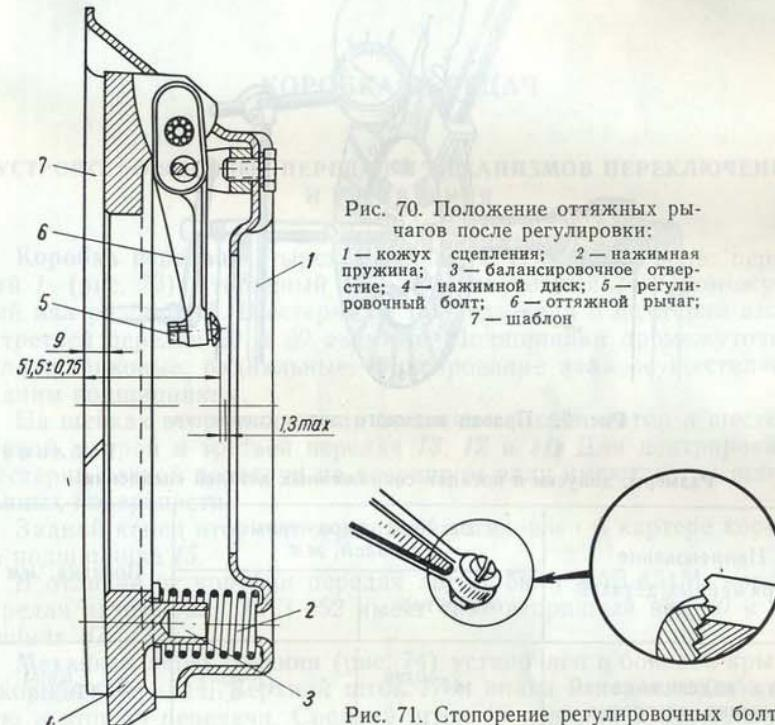

Рис. 70. Положение оттяжных рычагов после регулировки:
6. Отрегулировать положение головок болтов оттяжных рычагов в одной плоскости (рис. 70) и застопорить болты, загибая кромку рычага в паз болта (рис. 71).